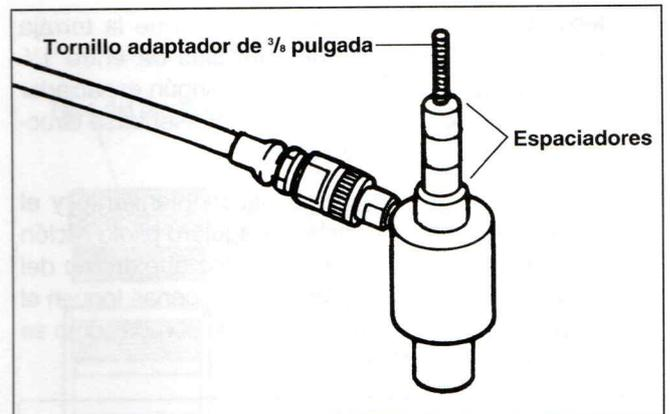

Figura 2 – Montaje para agujeros de 1/2 pulgada
4. Ponga tres espaciadores sobre el perno de acoplamiento de 3/4 pulgada comenzando con el espaciador más corto. Luego coloque el mediano y finalmente el largo (Figura 2).